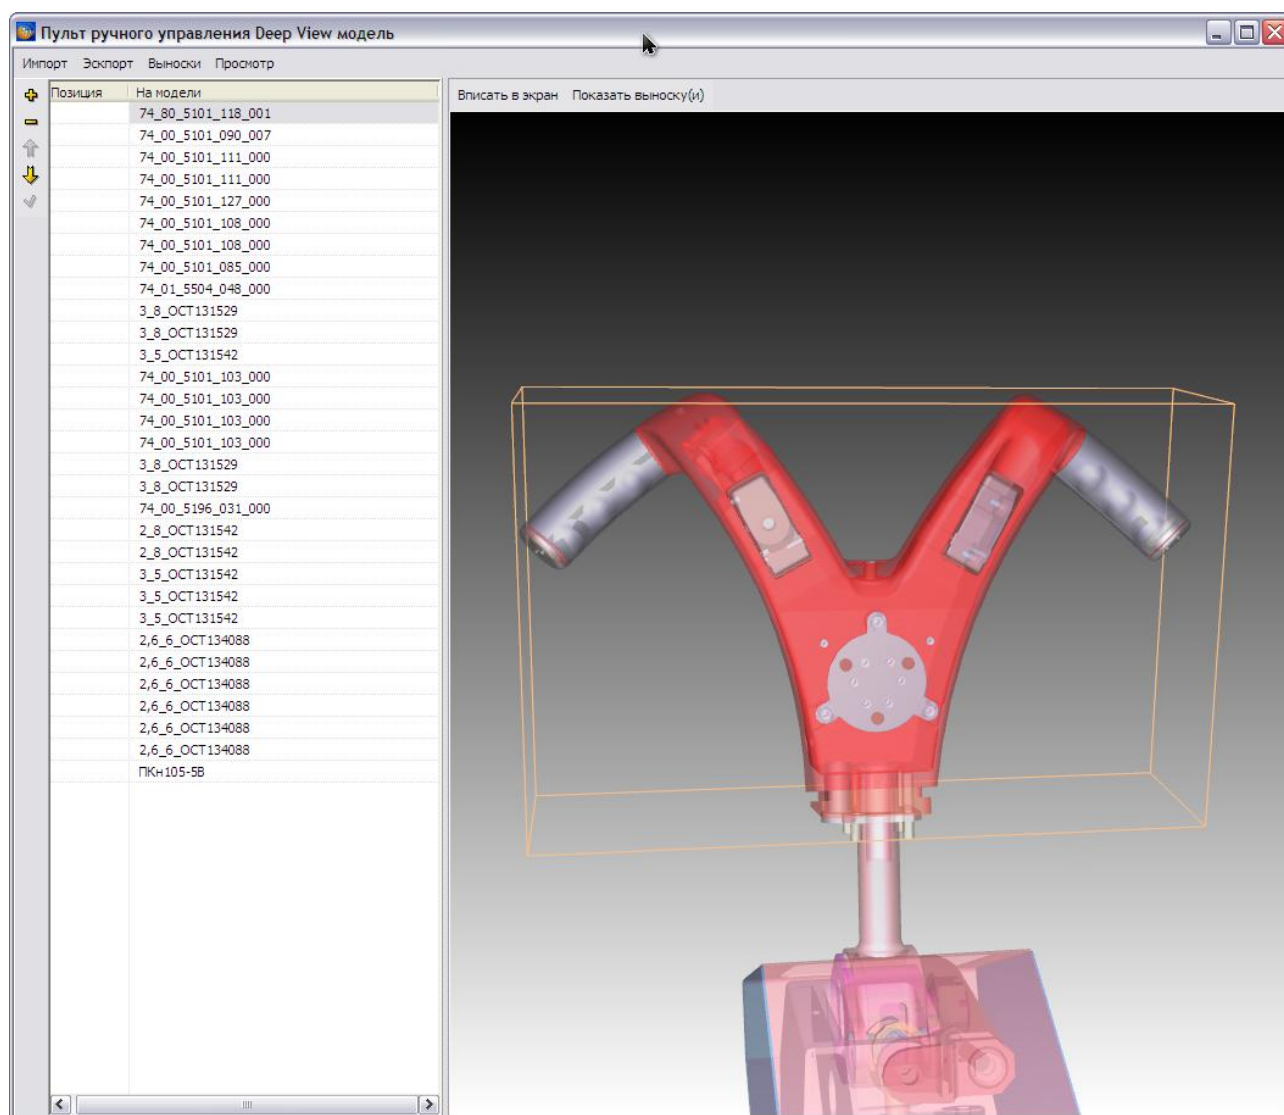

Рис. 6.70
5. Имеется возможность просмотра отдельных элементов сборки. Рассмотрим эту возможность на примере просмотра мини-штурвала. Выделите элемент 74_80_5101_118_001 (мини-штурвал) щелчком левой кнопки мыши и нажмите на кнопку **Показать выноску (и)**. Результат показан на рис. 6.70.
В 3D модели Deer View RH информация о выносках содержится в таблице (Рис. 6.70):